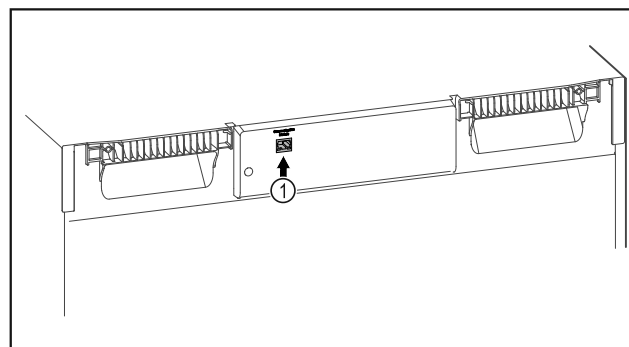

Fig. 103
- ☐ SmartModule Fig. 103 (1) ist eingesetzt.